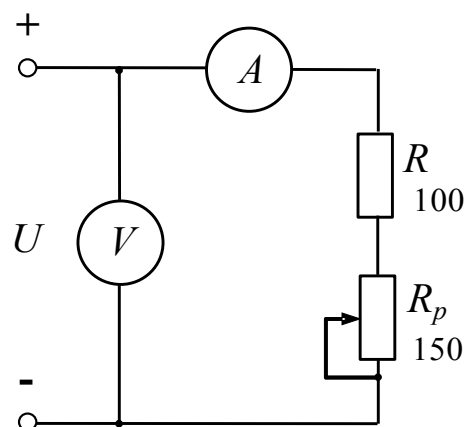

Рис. 5
2. Собрать схему (рис. 5). Предварительно выбрать амперметр с необходимым пределом измерения, полагая напряжение $U=70$ В.
5. Для схемы (рис. 5) при рассчитанных параметрах источника определить сопротивление резистора R_p и ток в цепи, при котором напряжение на нем равно $U_{R_p} = 20 \text{ В}$.
5. Как изменятся показания амперметров в схеме (рис. 5) при перемещении движка реостата вверх?